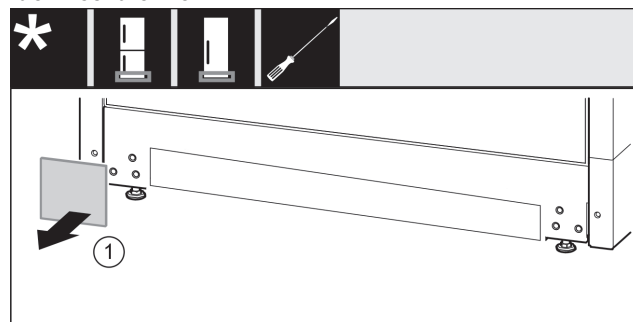

Fig. 12
- ▶ Vegye le a borítást. Fig. 12 (1)